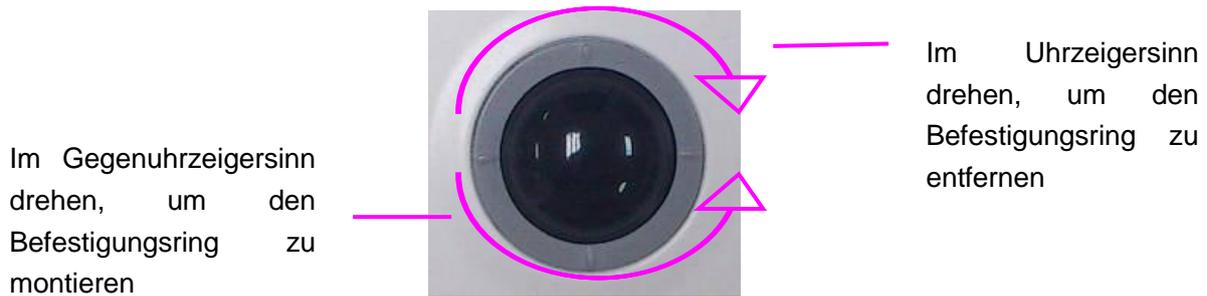

Abbildung 15-1 Montieren und Demontieren des Trackballs
2. Entfernen Sie den Trackball wie in Abbildung 15-1 dargestellt.